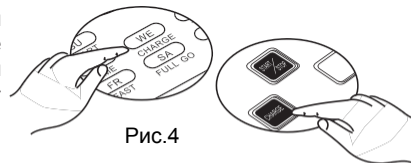

Рис.4
5. Если Робот находится в поиске станции, и Вы нажимаете клавишу CHARGE на корпусе пылесоса или клавиши "POWER" и "CHARGE" на пульте управления, Робот прекратит поиск станции. (См. Рис. 4),